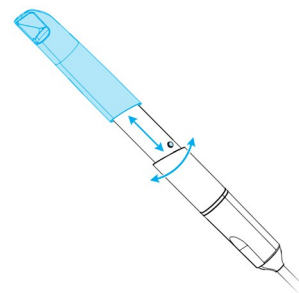

Figura 7: Montaje y desmontaje de la funda de la pieza de mano
1. Desmontaje de la funda de la pieza de mano (*consulte Figura 7: Montaje y desmontaje de la funda de la pieza de mano, p. 20*).